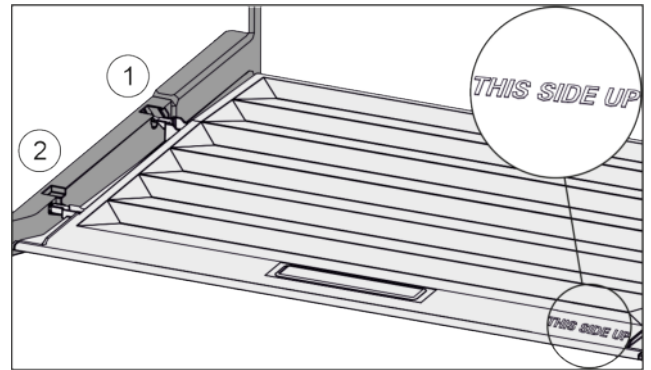

Fig. 151
- Deckelstege über Öffnung der hinteren Halterung Fig. 151 (1) einführen und vorne in Halterung Fig. 151 (2) einrasten.